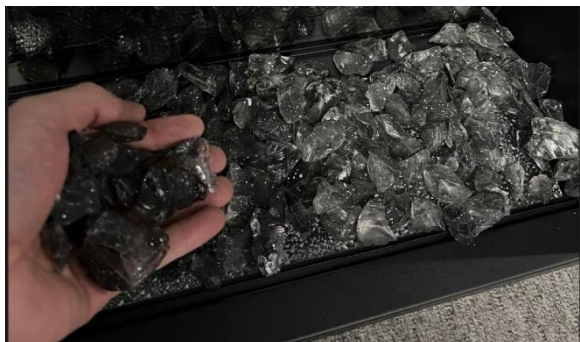

Figure 5-1.
Étape 2 : Placez délicatement les cristaux de fumée (5-1) dans le plateau inférieur à l'avant de l'appareil, comme illustré. Appliquez une couche uniforme d'un côté à l'autre (Fig. 5-1).